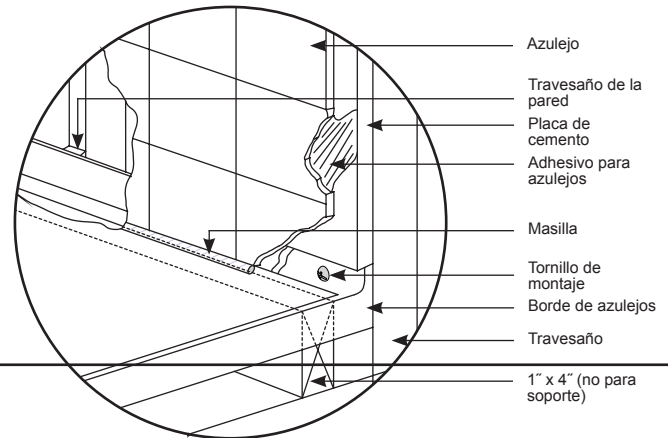

Figura 13 - Acabado
- 11 Complete todo el trabajo de acabado alrededor del perímetro de la bañera para sellar el espacio entre el borde y la plataforma terminada (Figura 13).